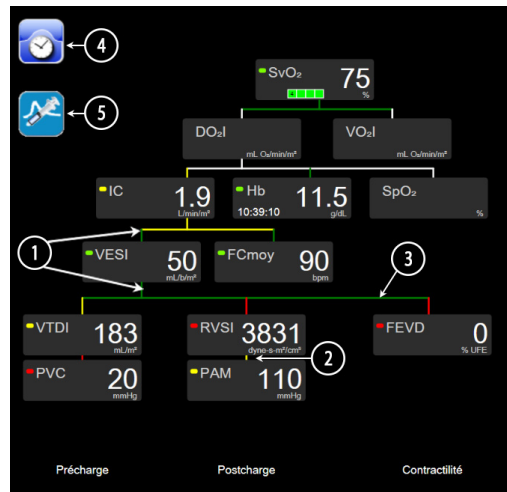

Figure 5-14 Écran relation physio pendant la surveillance à l'aide du module HemoSphere Swan-Ganz
- 2 Les lignes verticales qui relient directement deux paramètres s'affichent dans la même couleur que le voyant de paramètre ci-dessous (par exemple : entre RVSI et PAM dans la figure 5-14).
- 4 La barre de gauche s'affiche après avoir effectué un set de bolus. Toucher l'icône Horloge/Courbe pour afficher des données archivées lorsqu'il y en a (voir la figure 5-14).
L'exemple décrit dans la figure 5-14 correspond à une surveillance à l'aide d'un module HemoSphere Swan-Ganz. Des différences en matière d'apparence et de paramètres se produiront avec d'autres modes de surveillance. Par exemple, en mode de surveillance Peu invasif, FC_{moy} est remplacé par FP ; VPP et VVE s'affichent (si configurés) et VTD et FEVD ne s'affichent pas.